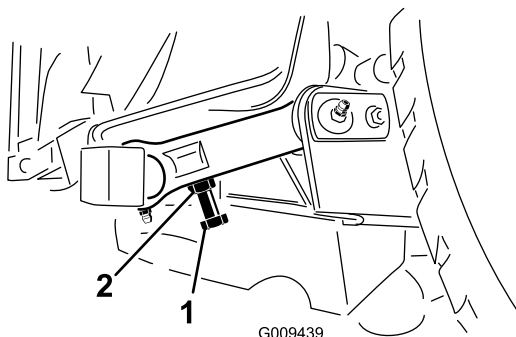

Рисунок 29
3. Чтобы отрегулировать это расстояние, найдите регулировочный болт на задней поворотной тяге режущего блока (Рисунок 29).